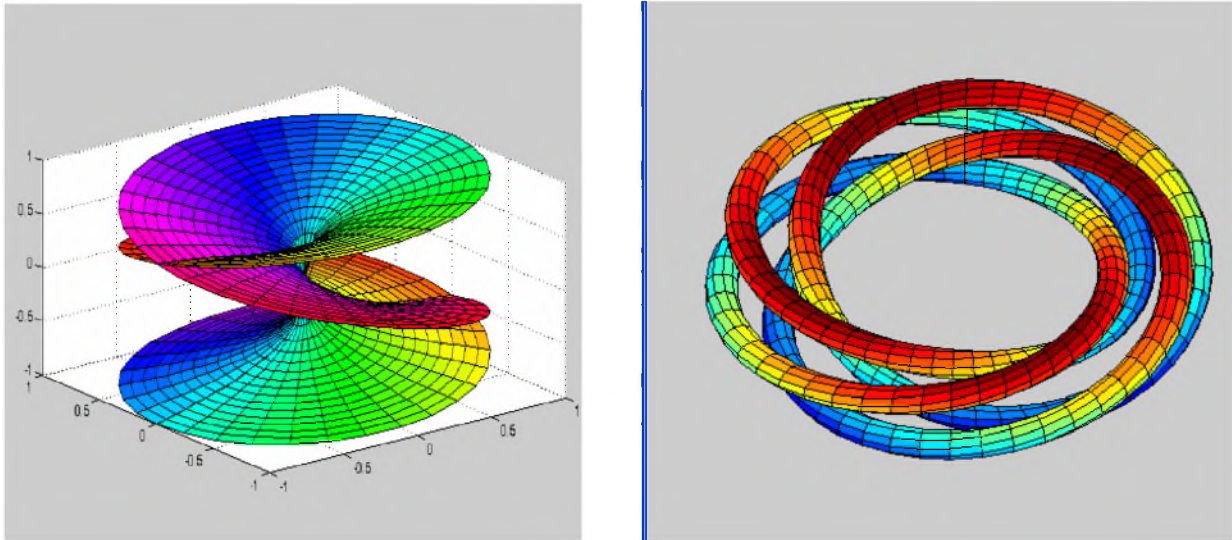

Рис.1.6. Примеры графиков сложных функций
1.3. По очереди посмотрите все файлы, предложенные демонстрацией возможностей MATLAB, особое внимание уделите разделам Матрицы, Графики и Галерея, где можно увидеть интересные примеры различных графиков (рис. 1.6).